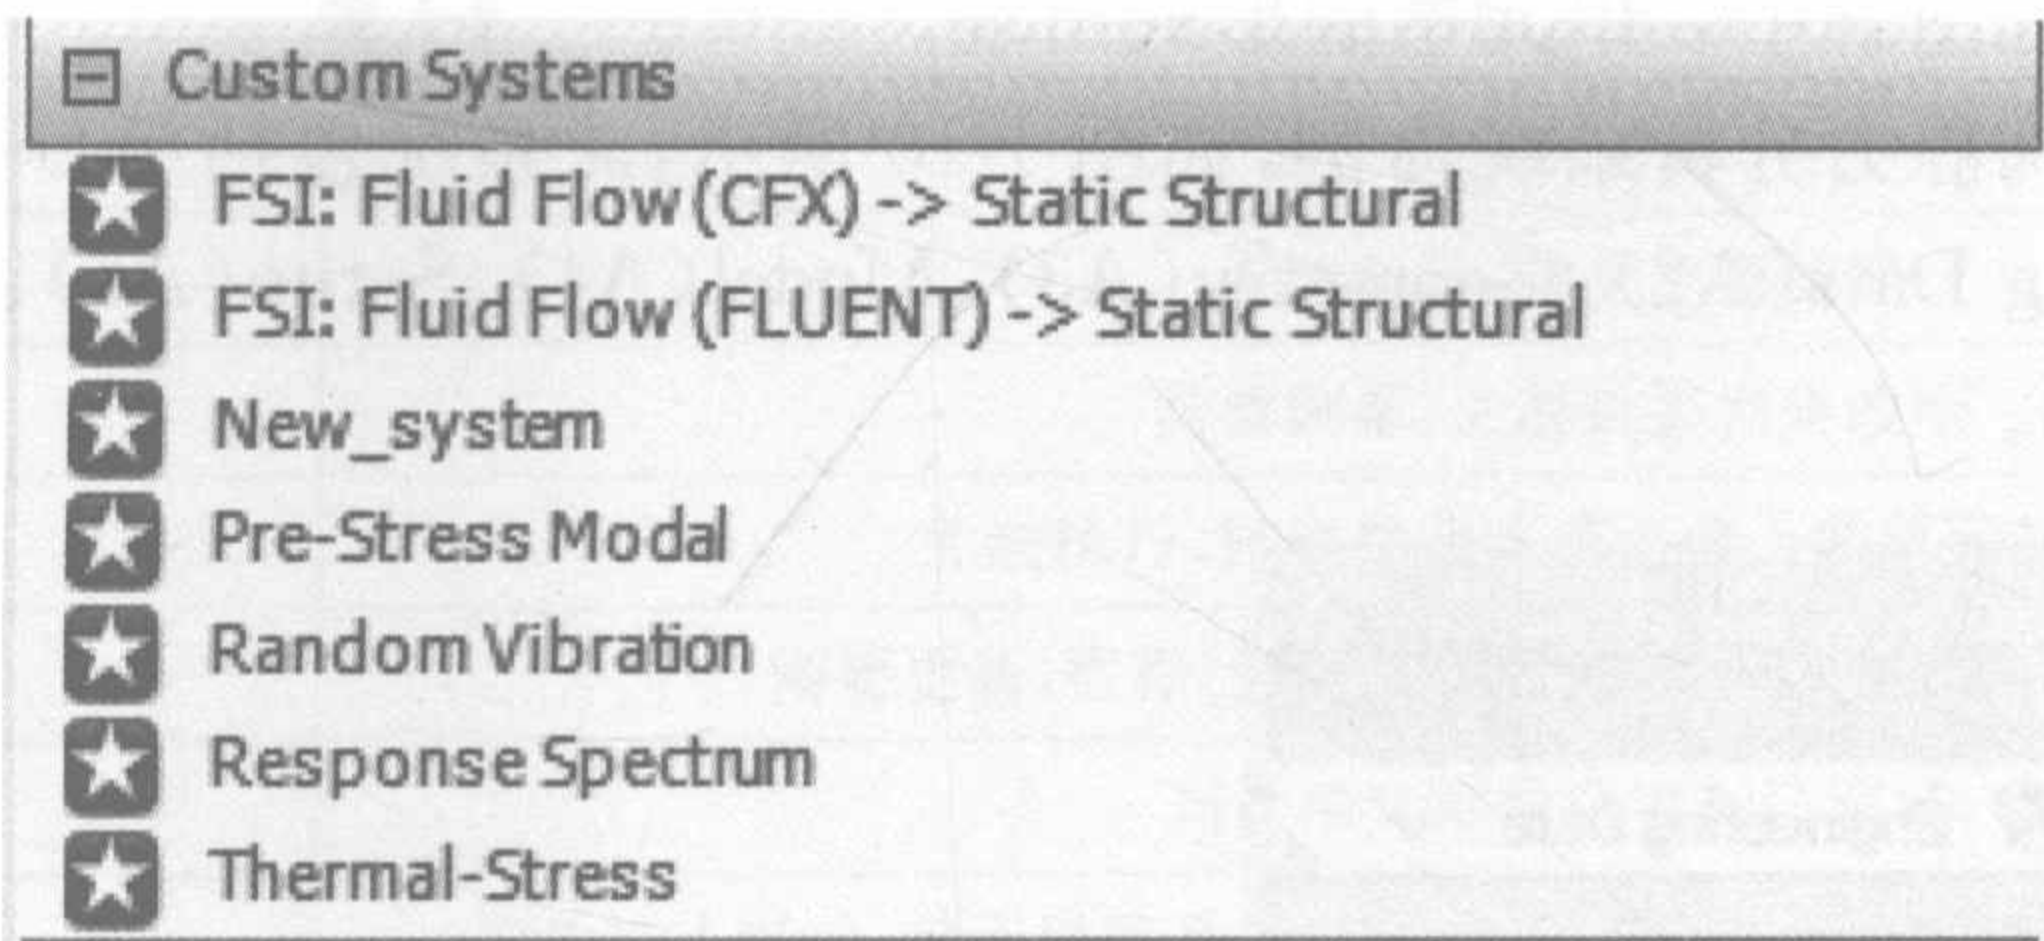

图 1-8 用户流程添加到 Custom Systems 列表
2) 在弹出的 Add Project Template 中输入模板系统的名称,在图中为 New_system,按 OK 按钮,在 Workbench 左侧 Toolbox 的 Custom Systems 中出现一个名为 New_system 的用户系统,如图 1-8 所示。
(4) Design Exploration